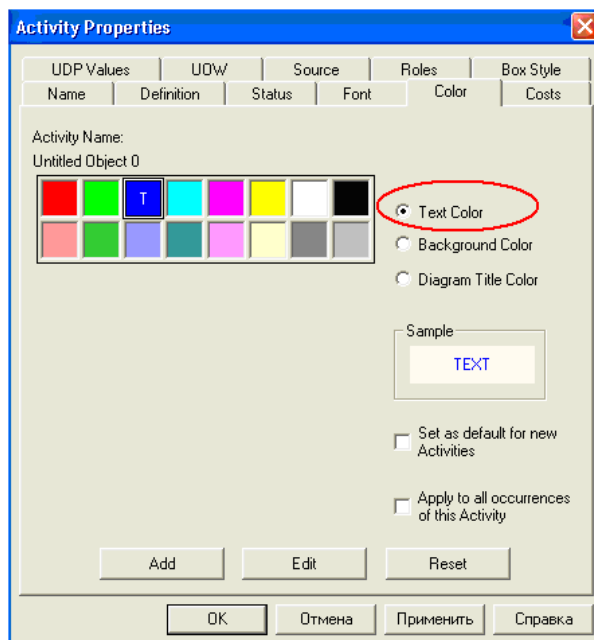

Рис. 1.21. Диалоговое окно выбора цвета текста и стрелок
2. Выберите цвет и нажмите кнопку  (рис. 1.21.).